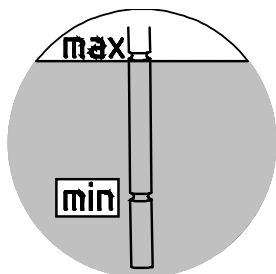

Figura 26: Verificar o nível de óleo com a vareta medidora de óleo
2. O nível de óleo deve estar entre a marcação inferior e superior, com a haste indicadora totalmente rosqueada (vide Figura 26). Caso o nível de óleo esteja baixo demais, corrija-o com o tipo de óleo adequado.